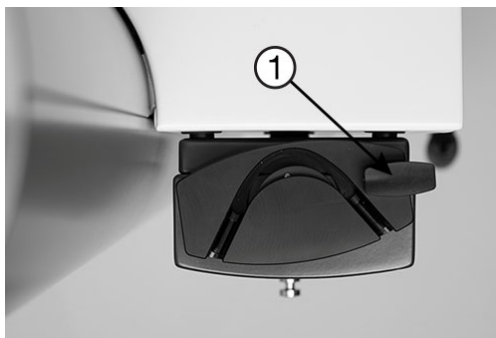

Figure 30 - Libération de la tête de la pompe
Libérer la tête de la pompe en tournant la poignée (1) dans le sens antihoraire - voir la Figure 30.